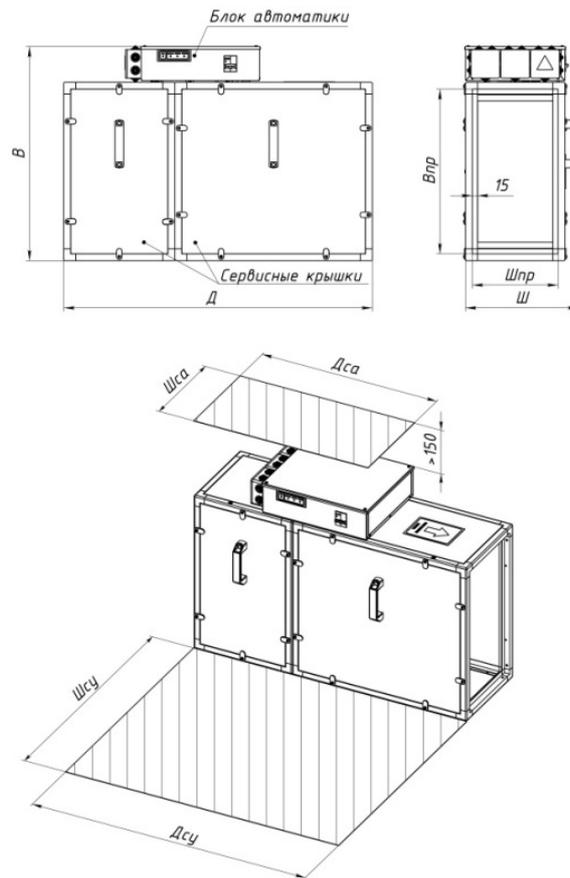

Рисунок 5 – Габаритные и сервисные размеры очистителей-обеззараживателей воздуха Tion Ext (напольное исполнение)
2.1 Напольные очистители-обеззараживатели воздуха Tion Ext (рисунок 5)
2.2 Напольно-подвесные очистители-обеззараживатели воздуха Tion Ext (рисунок 5 и 6)